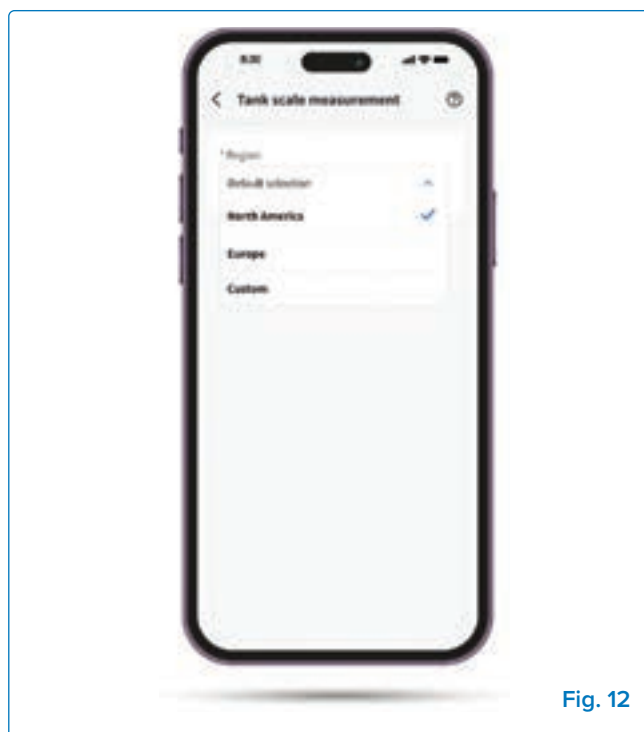

Fig. 12
- Ouvrez l'application Napoleon Home et allez dans la section Balance de la bouteille (**Fig. 12**).